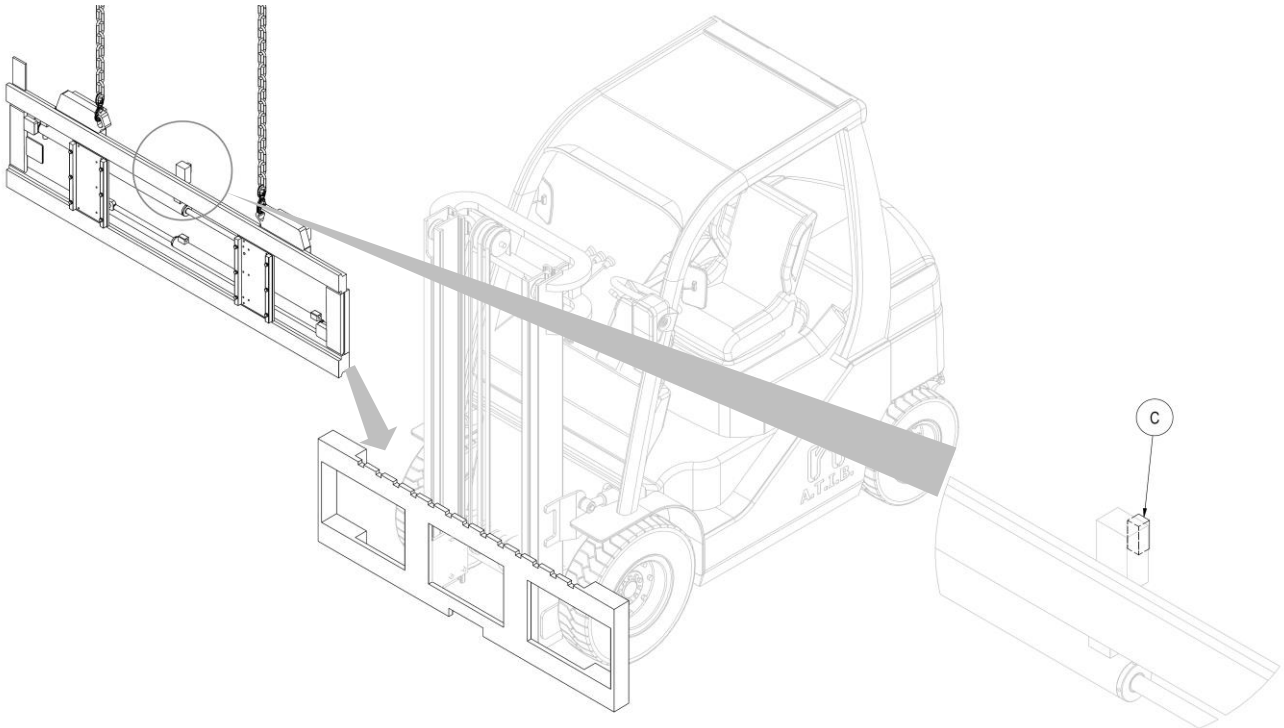

Figura 4
6. Agganciare quindi l'attrezzatura dai punti presa superiori e con un carroponete o un paranco di portata sufficiente posizionarla sulla piastra porta forche, avendo cura di incastrare il dente di centraggio **C** nella tacca centrale della stessa (vedi *Figura 4*).